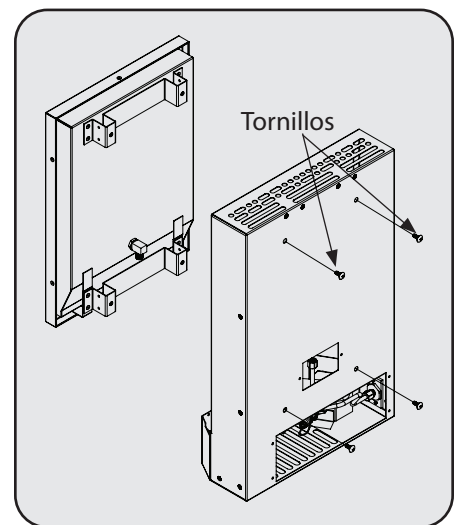

Figura 9
8. Remueva los (4) cuatro tornillos que conectan el quemador a la parte posterior del calefactor. Consulte la Figura 9.